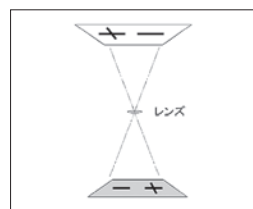

図2
- (2)露光：感光体の上に原稿の光の像を作り、光の当たるところ(文字や絵のないところ)の静電気を逃がします(図2)。